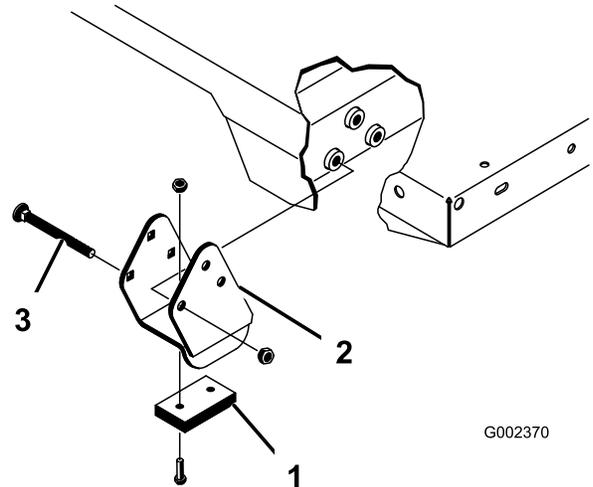

Figure 13
**Remarque:** Les entretoises et les cales d'usure (Figure 13) doivent être en place sinon le couvercle du radiateur sera endommagé. Les têtes des vis de carrossier doivent être placées à l'intérieur de la machine.